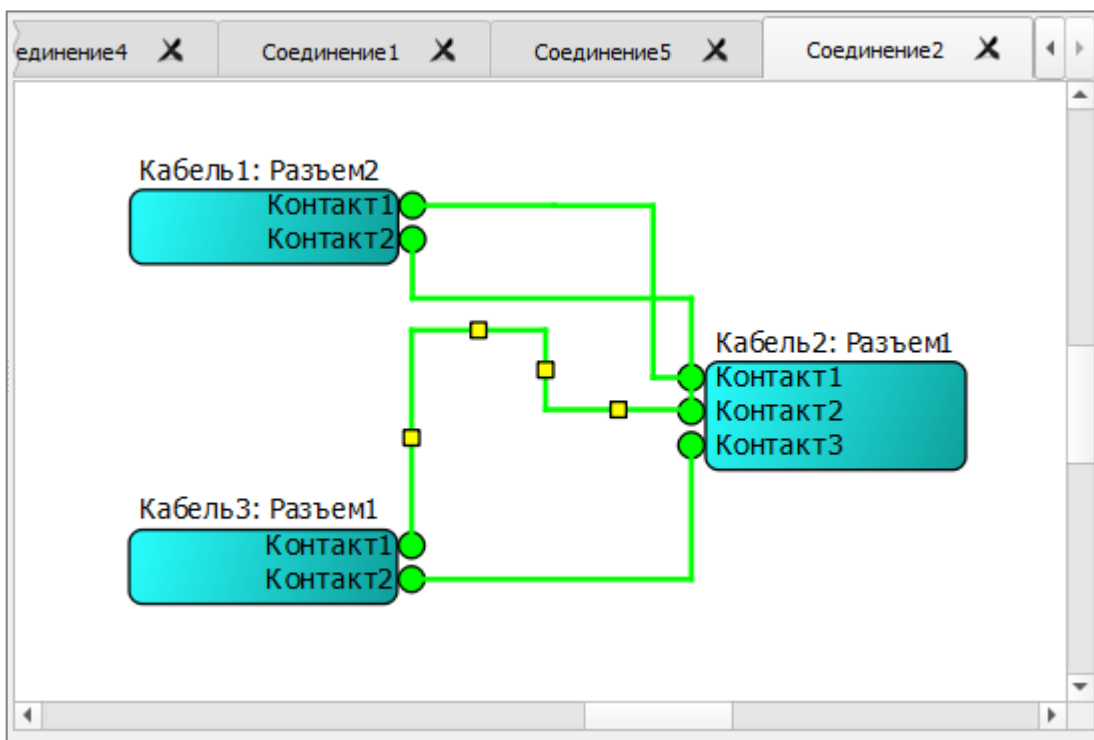

Рис. 77
11.7.2. Для создания линии связи выполнить действия, как при построении линии связи с компонентами (подраздел 11.6). Варианты выполненных соединений показаны на рис. 77.